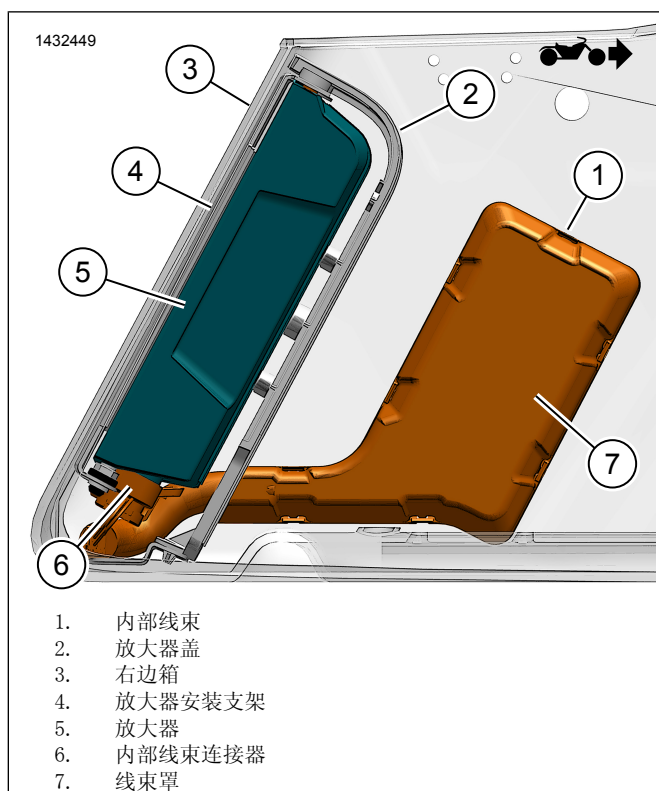
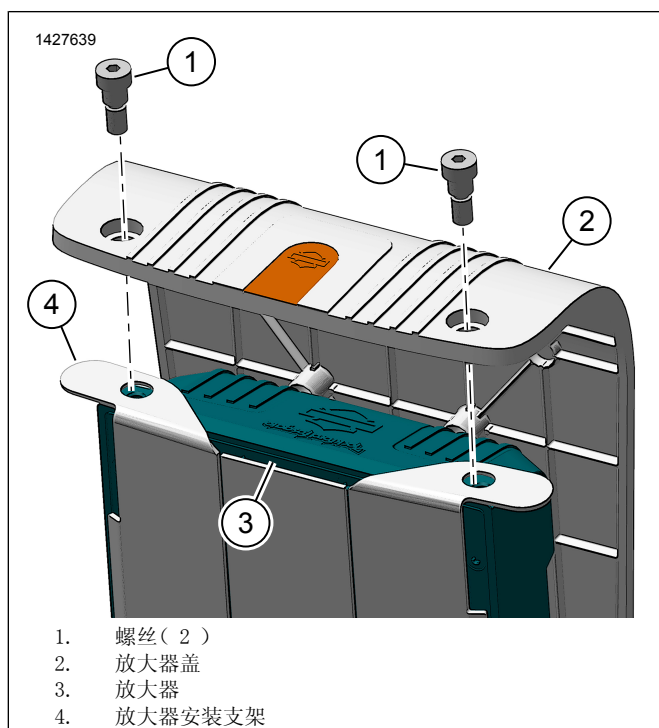

图15。带放大器的边箱线束
图16。放大器盖
7. 参见图 15。将放大器 (5) 安装到放大器安装架 (4) 上。
8. 安装放大器盖 (2)。
9. 参见图 16。安装螺丝 (1)。拧紧。